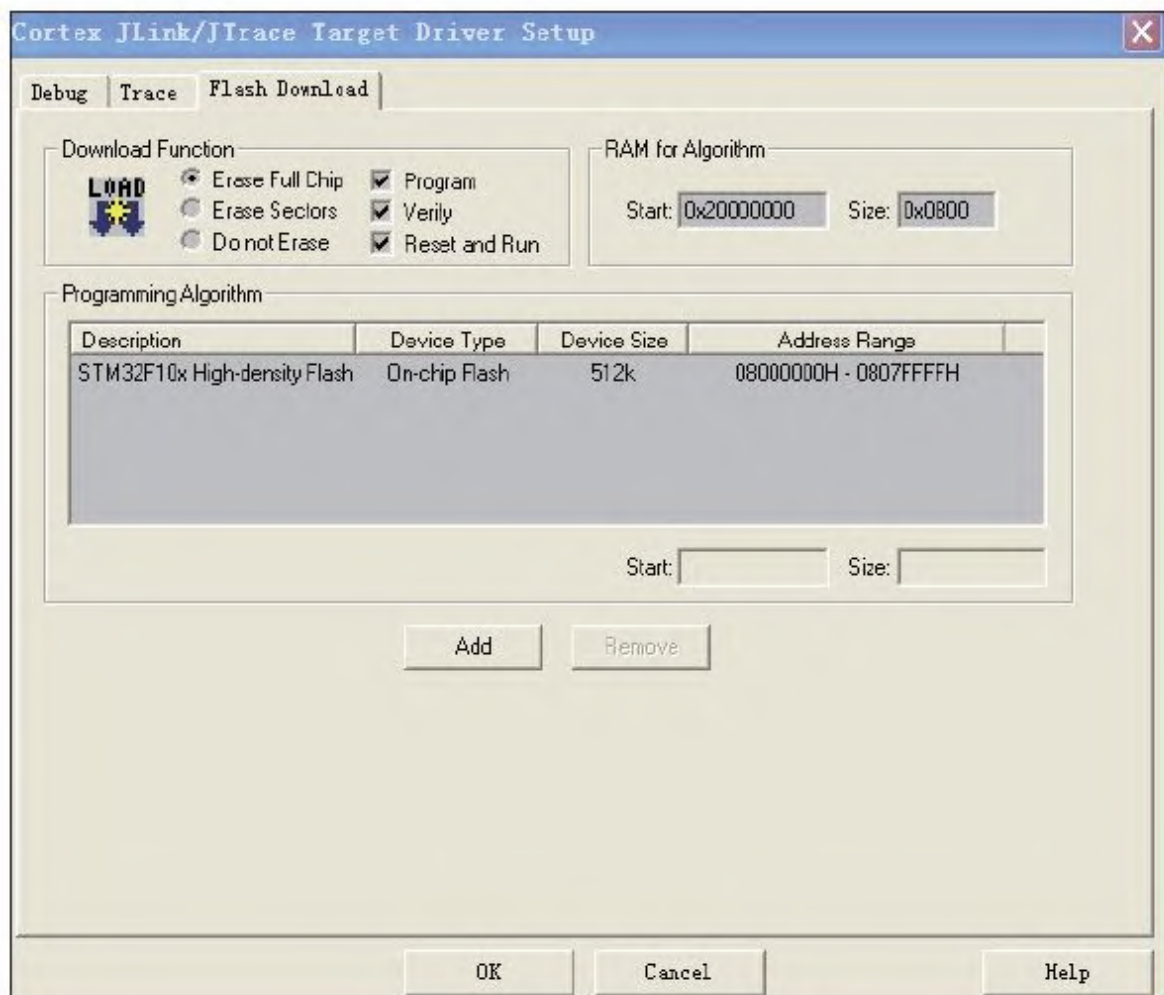

图 3-35 正确添加Flash类型时的界面
2) 添加CPU支持的Flash，这一步很重要，否则程序将无法下载，见图3-35。